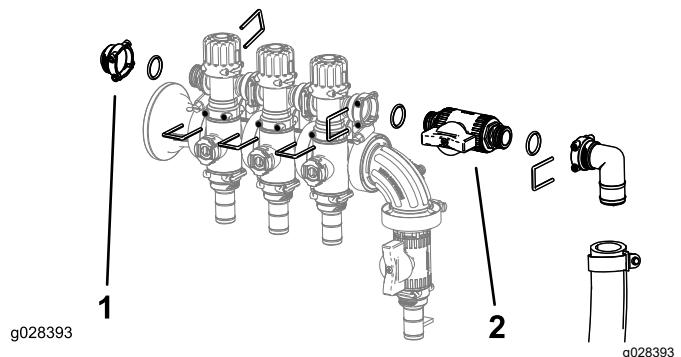

Figura 12
7. Installate il gruppo delle valvole di bypass per la barra, il tappo femmina, gli O-ring, la valvola di intercettazione e il gruppo raccordo e flessibile, utilizzando i fermi rimossi in precedenza come illustrato nella Figura 12.